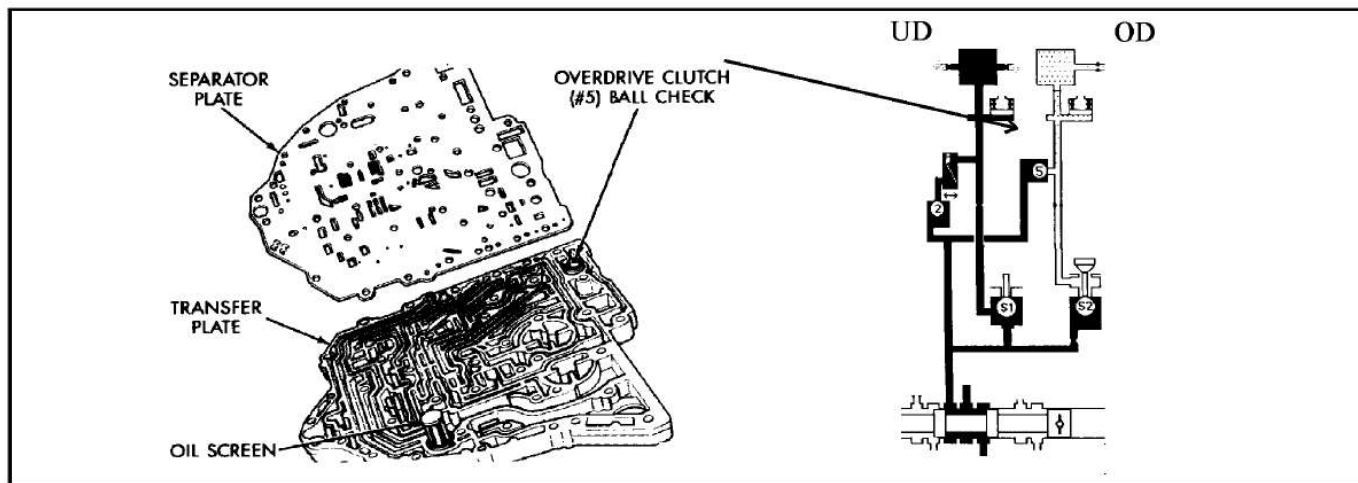

Figura 64
- Un O-Ring defectuoso en la capsula de la bola reten # 5 que está en el plato de transferencia es muchas veces el causante de una lectura bajita en el volumen de los embragues de OD (Vea la figura 64). Esta bola bloquea presión de línea evitando que entre al circuito de OD. Si la capsula o el O-Ring fallan en bloquear esta presión, la lectura en el volumen de los embragues de OD se vera afectada de acuerdo a la severidad de la fuga. Si la fuga es pequeña, la mayor parte del fluido va a escapar por el solenoide de OD y el volumen podría parecer normal. En cambio, si la fuga es lo suficientemente grande, el solenoide de OD se va a inundar y el circuito de OD se va a cargar con fluido causando un CVI por debajo de lo minimo. *Nota: La capsula de bola reten # 5 ha sido eliminada en vehiculos de ultimo modelo.*